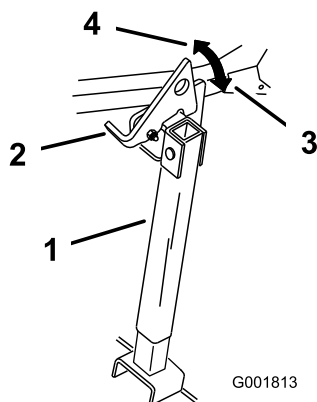

Figura 40
2. Levante el enganche a la posición desbloqueada (Figura 40).